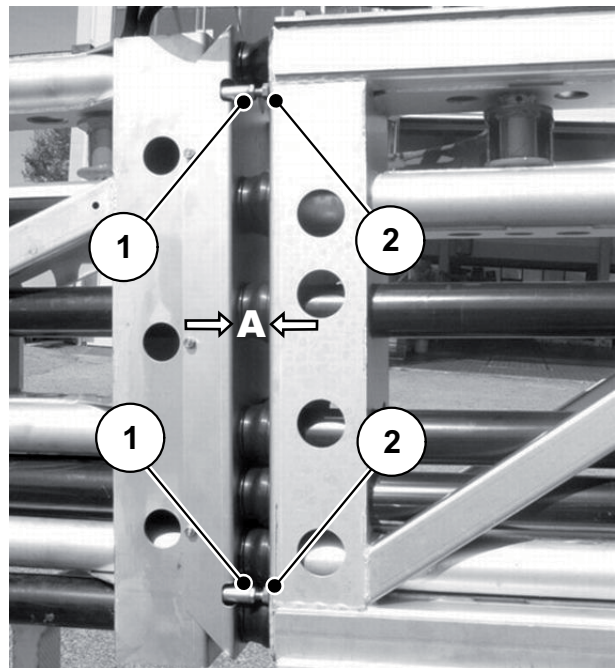

Bild 10.3: Ausgeklappte Auslegersegmente vertikal einstellen
- Das Abstandsmaß A (siehe Bild 10.3: Position A) beträgt ca. **47 mm**.